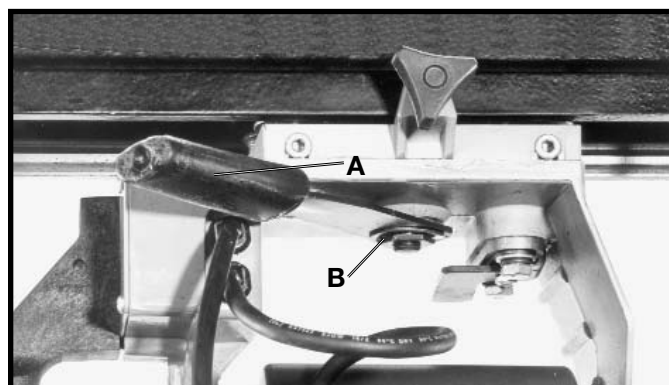

Fig. 70
Cuando la agarradera de abrazadera del yugo (A) Fig. 70 no se encerroja en una posición conveniente, puede reposicionarse en la siguiente manera:
2. Quite el anillo de retención (B) Fig. 70.
3. Reposicione la agarradera de abrazadera de yugo (A) Fig. 70 en la tuerca de abrazadera hexagonal.
4. Reponga el anillo de retención (B) Fig. 70.